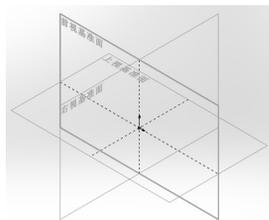

图 2-2 系统默认基准面
(1) 选择菜单栏中的“插入”→“草图绘制”命令，或者单击“草图”选项卡中的“草图绘制”按钮，或者直接单击“草图”选项卡中要绘制的草图实体，此时图形区显示的系统默认基准面如图 2-2 所示。
(2) 单击选择图形区 3 个基准面中的一个，确定要在哪个平面上绘制草图实体。
(3) 单击“视图(前导)”工具栏“视图定向”下拉列表中的“正视于”按钮，旋转基准面，方便绘图。